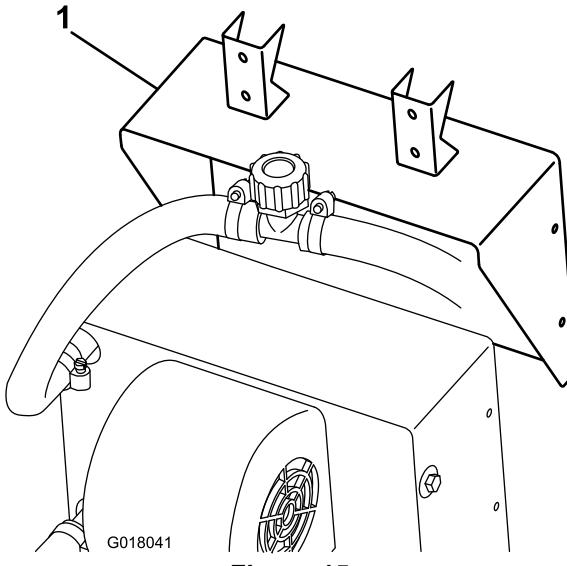

Figura 15
2. Sujete el soporte al calentador usando los tornillos suministrados con el calentador (Figura 15).